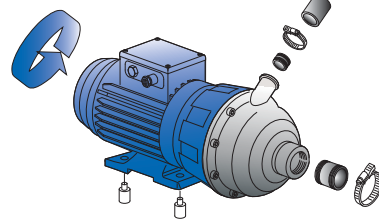

fig. 1
- 5) **È importante verificare immediatamente la corretta rotazione della pompa alla pressione del tasto A START, prima dell'inizio del primo ciclo, poiché, essendo trifase, può girare in senso contrario. Oltre alla freccia per l'orientamento lo si può percepire anche da un eccessivo rumore durante il ciclo lavaggio (vedi fig. 1).**